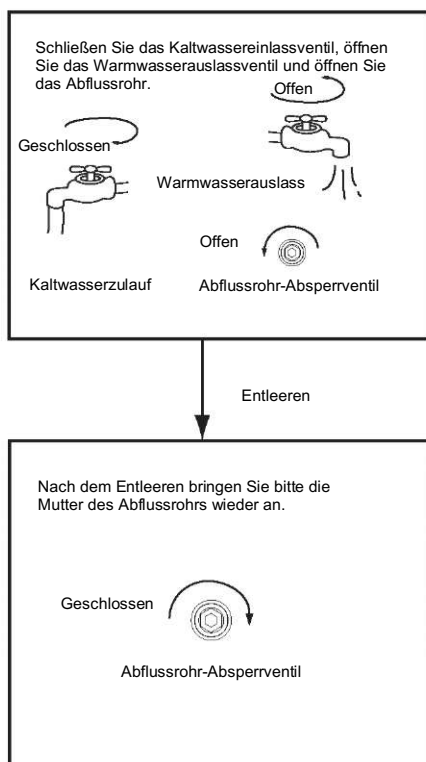

Abb. 4-2
- Entleeren: Wenn am Gerät eine Reinigung, ein Transport usw. ansteht, sollte der Tank entleert werden. Methode: Siehe Abb. 4-2: